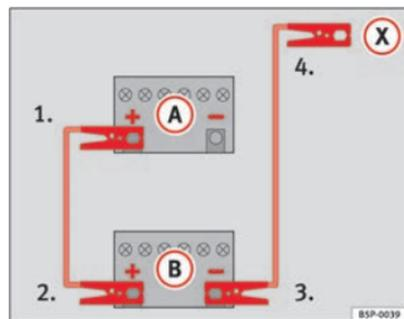

Fig. 182 Esquema de conexión de los cables de emergencia
En la ⇒ fig. 182 (A) representa a la batería sin carga y (B) a la batería con carga.
1. Emborne un extremo del cable de emergencia rojo al polo positivo ⇒ fig. 182 (+) del vehículo con la batería descargada ⇒ ⚠.
4. Emborne el otro extremo del cable negro de emergencia (X) a una pieza de metal maciza unida al bloque motor o al mismo bloque motor del vehículo con la batería descargada, lo más alejado posible de la batería ⇒ ⚠.